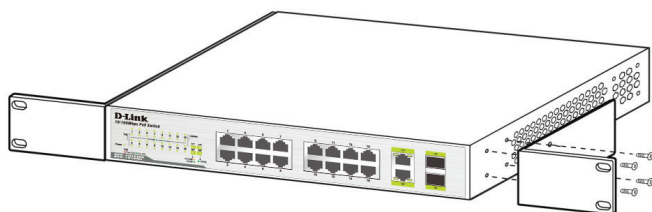

Figura 3. Soportes de montaje
1. Acople los soportes de montaje a cada lado del chasis, como se muestra en la **figura 3** y fíjelos con los tornillos suministrados.